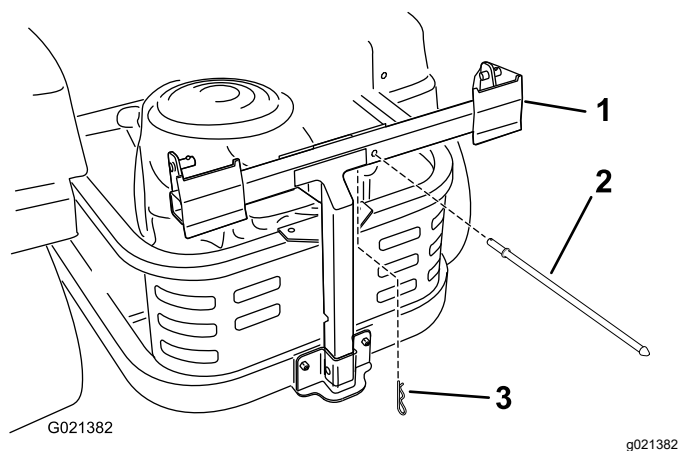

Figura 10
1. Sujete la varilla de la tapa al bastidor del ensacador con una chaveta. Introduzca la chaveta desde abajo (Figura 10).